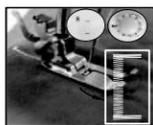

рис.19
- (4) Выберите схему стежка № 8, затем включите переключатель и прошейте 5-6 стежков на низкой скорости, затем выключите переключатель (рис. 19).